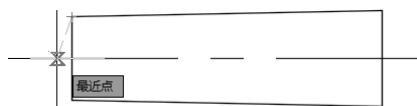

图 2-42 指定第二点
指定圆弧的第二个点或 [圆心 (C) / 端点 (E)]：(在中心线上适当位置捕捉一点，如图 2-42 所示)